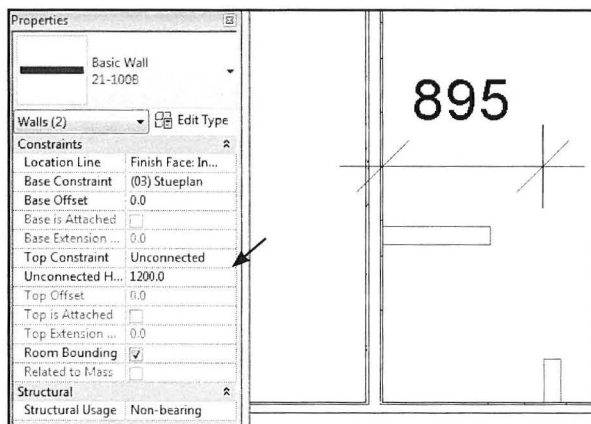

Fig. 05.67. Sæt bruseniche væggene til Unconnected og med en højde på 1200 mm.
- Gå over i *Properties* og ændre *Top Constraint* til *Unconnected* (Fig. 05.67).